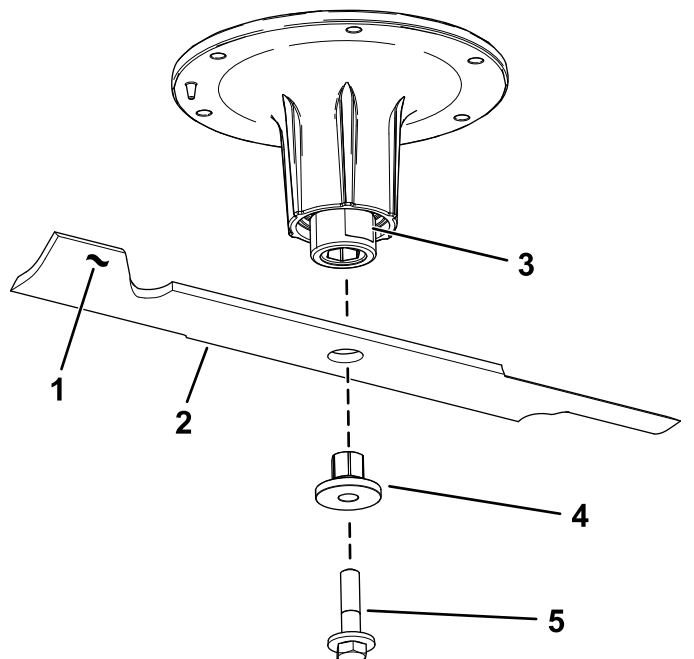

Figura 82
2. Retire el perno de la cuchilla, el casquillo y la cuchilla del eje (Figura 82).